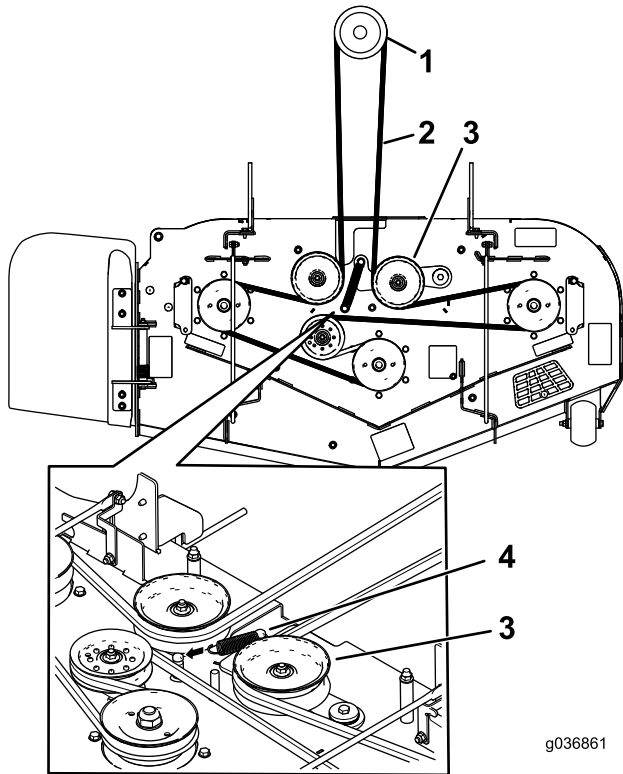
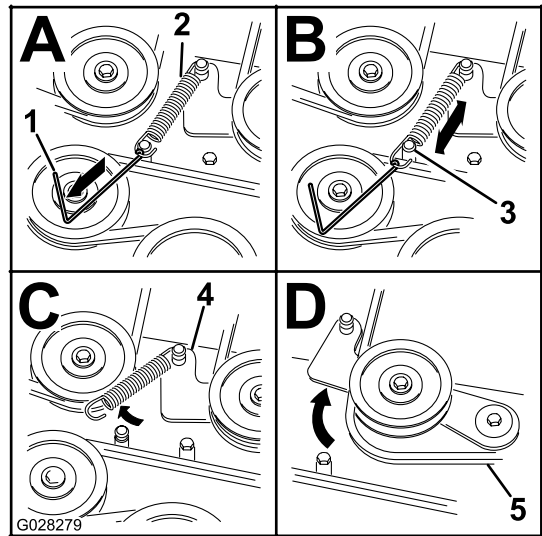
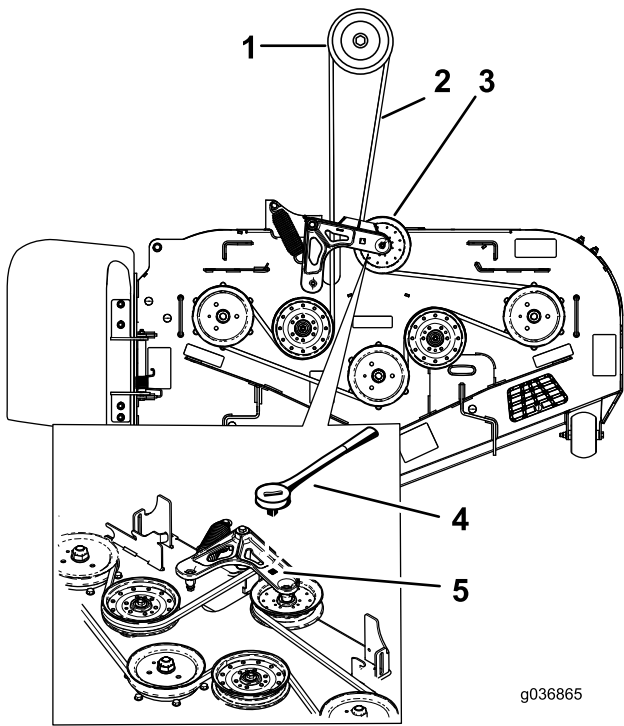

Figura 92
Figura 93
Figura 94
5. Quite la tensión del muelle de la polea tensora tensada con muelle. Consulte Figura 93 o Figura 94.
Nota: Para carcasas de corte Serie 1500 y 2000, use la herramienta para retirar muelles (Pieza Toro N° 92-5771) para quitar el muelle del espárrago de la carcasa de corte (Figura 93).
Nota: Para carcasas de corte Serie 2500, utilice una llave de carraca en el taladro cuadrado del brazo tensor para aliviar la tensión del muelle tensor (Figura 94).
7. Pase la correa nueva alrededor de las poleas del cortacésped y de la polea del embrague, debajo del motor (Figura 92 o Figura 94).
8. Instale el muelle tensor (Figura 92 o Figura 94).